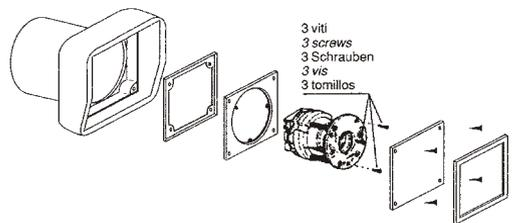
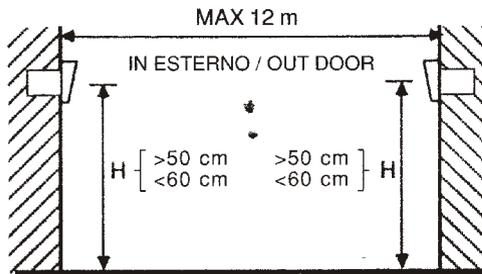

Fig. 2
Fig. 3
- 3.1** Das Nylongehäuse einmauern bzw. befestigen, verner den Teil mit den optisch/elektronischen Ereisen herausziehen (siehe Abb. 2). Die Behälter sind vorderseltig, ashmengrersch und in der gleichen Höhe vom oden anzubringen (siehe Abb. 3).